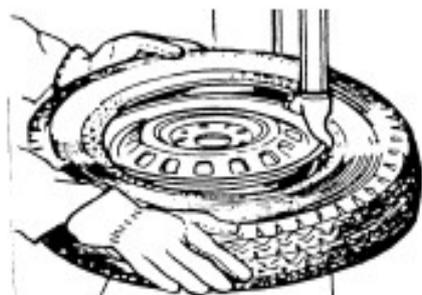

Рис. 7
- 5) Установите шину таким образом, чтобы борт покрышки оказался ниже фронтальной части монтажной головки (Рис. 7).